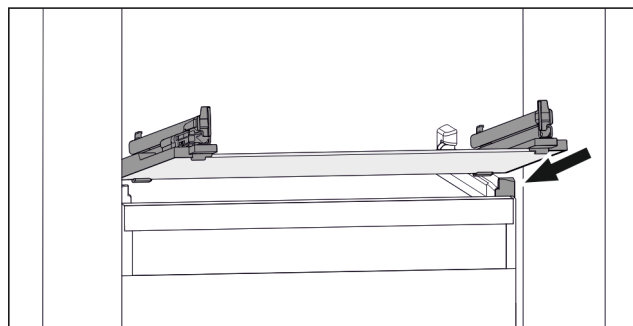

Fig. 107 Simbolična slika steklene plošče
- ▶ Stekleno ploščo postavite v poševnem položaju za zaustavljalniki. (glejte Fig. 107)